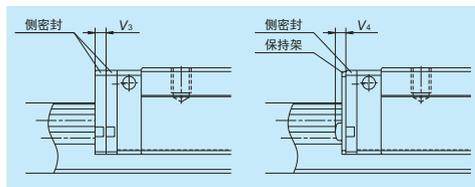

图 15
(3) 双密封、护板
- 侧密封、护板安装时的厚度增量  $V_3$ 、 $V_4$  的尺寸如表 10 所示。(图 15)